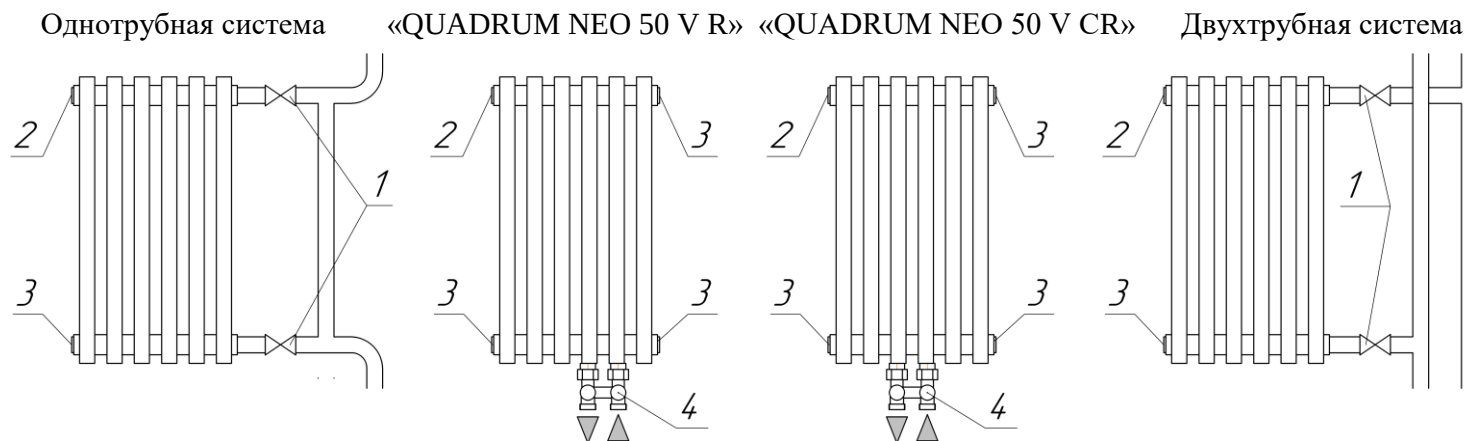

Рис. 2 1. Вентиль. 2. Кран-воздухоотводчик. 3. Пробка глухая. 4. Запорно-присоединительный клапан нижнего подключения.
5.7. Схема подключения радиаторов приведена на рис. 2. Подсоединение прямой и обратной магистрали для радиаторов с нижним подключением должно соответствовать стрелкам на рисунке.